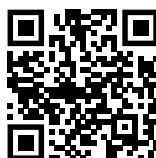

Fig. 110
- ▶ Atverkite Liebherr SmartMonitoring Dashboard. (žr. Fig. 110)